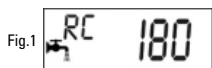

Fig.1
- Fig.1: inicio de la reserva, sigue siendo 180 litros